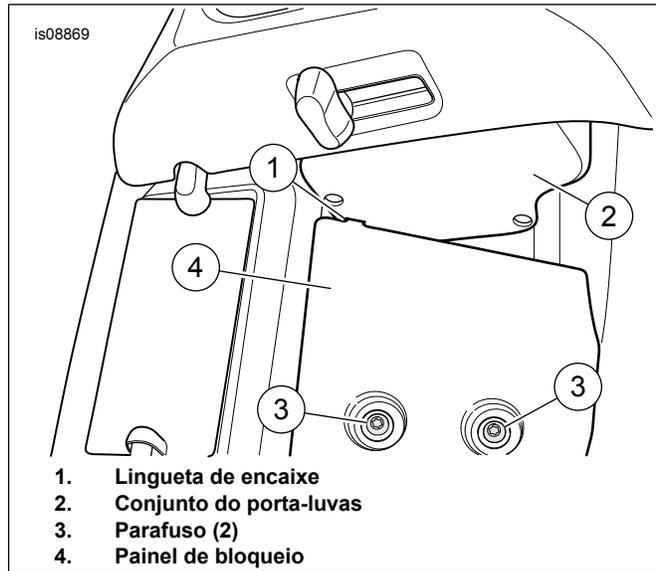

Figura 2. Lingueta de encaixe e painel de bloqueio
3. Veja a figura 2. **Pela parte dianteira:** Remova os parafusos (3), o painel de travamento (4) e o porta-luvas (2).